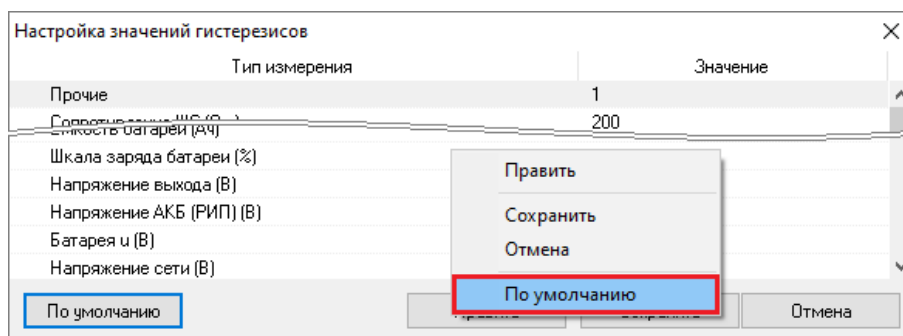

Рисунок 6-244 Возврат к значениям гистерезиса по умолчанию
- либо вызовите контекстное меню области списка измеряемых параметров и выберите в нем команду «По умолчанию» (см. Рисунок 6-244).